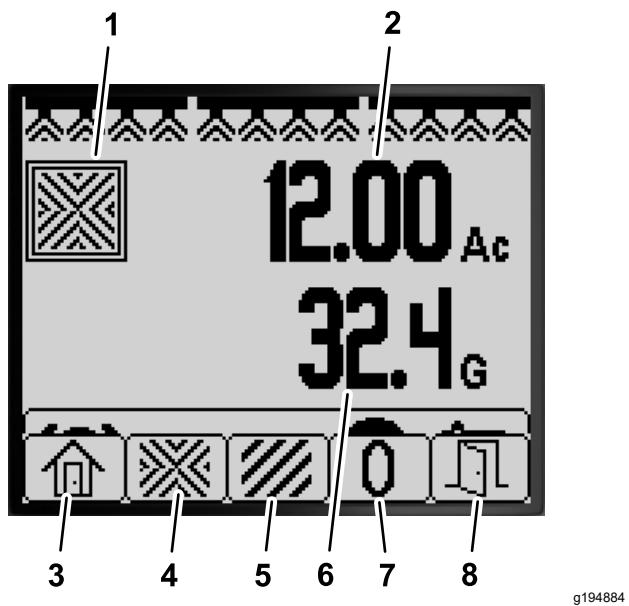

Figura 76
1. Sulla schermata Home tenete premuto momentaneamente un pulsante qualsiasi per aprire la barra del menu (Figura 75 e Figura 76).
- Premete il pulsante 2 per aprire la schermata Superficie totale (Figura 76).
- Usate i pulsanti dell'InfoCenter (Figura 76) per eseguire le azioni seguenti: